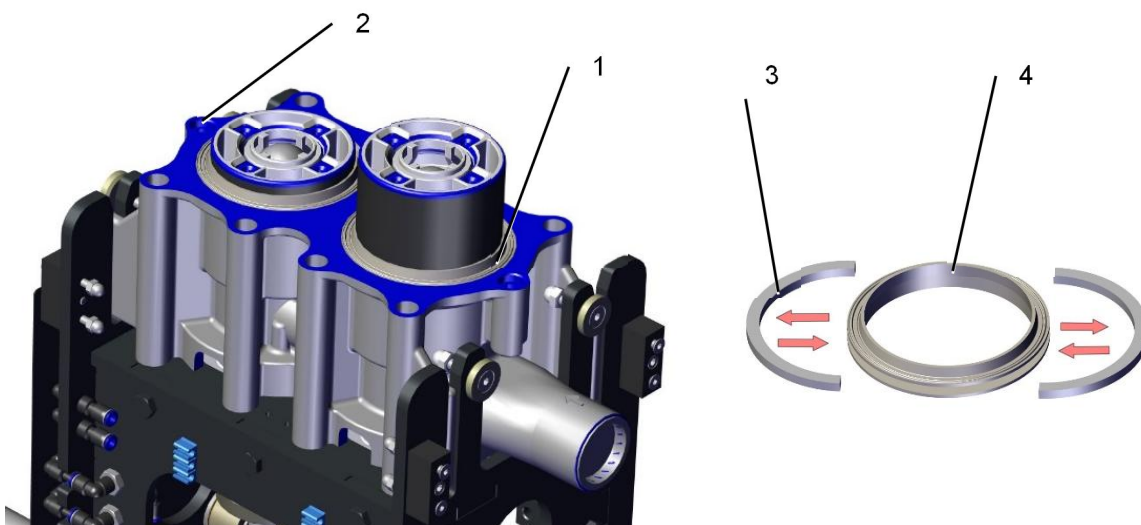

图 5-5: 塞杆油封的更换
1. 用一个 O 型圈起子或类似工具拆下两个复合式油封 (1) (图 5-5: 塞杆油封的更换)。
3. 将卡环 (3) 安装到油封 (4) 上，组成复合式油封。